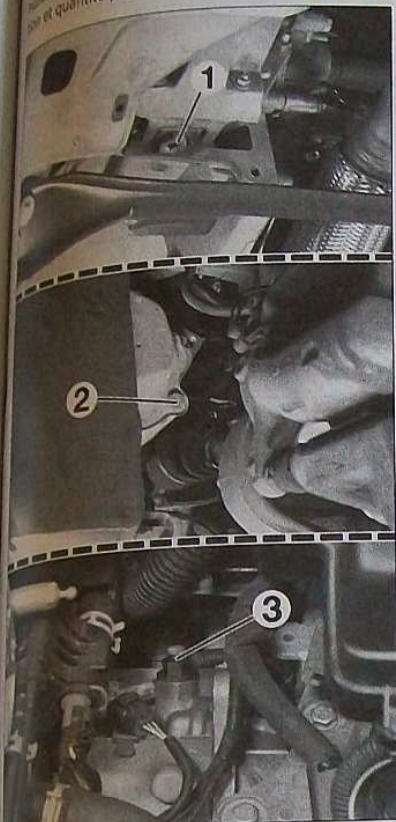

FIG. 8
- la vidange de la boîte (Fig.8).
Suivant version, le remplissage de la boîte de vitesses s'effectue par le bouchon de remplissage/niveau (2), accessible par le passage roue gauche, ou bien par l'orifice de mise à l'air libre (3), accessible après dépose des conduits d'air du boîtier de filtre à air (Fig. 8).